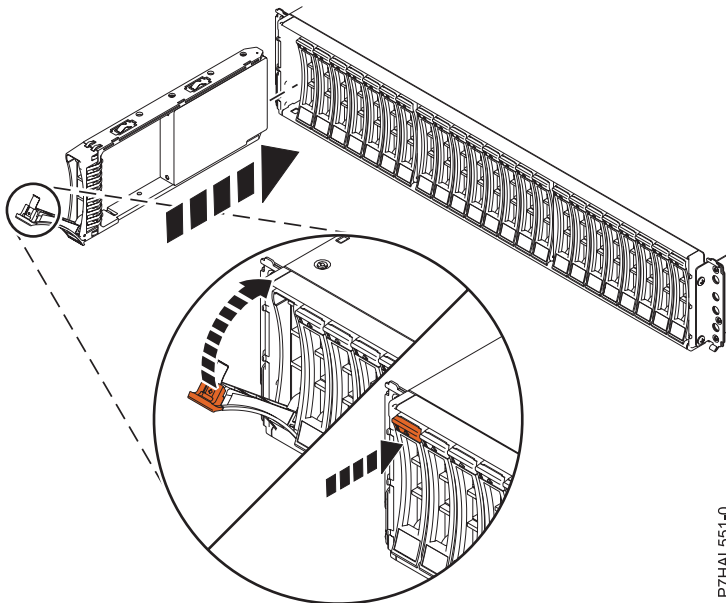

Figure 6. Installation de l'unité de disque dans le 58/87
1. Avec la poignée en position déverrouillée (voir figure 6, à la page 14) maintenez l'unité par le dessous pour l'aligner avec les rails de guidage dans l'unité d'extension.